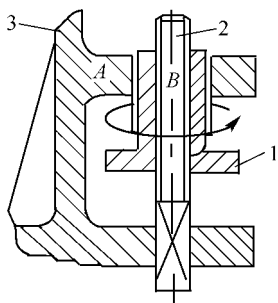

图 2-2
2. 如图 2-2 所示为微调的差动螺旋机构,旋钮上的外螺纹为双线左旋螺纹,螺距为 1.25 mm,求旋钮 1 上的内螺纹旋向和导程 S_b 各为怎样时,可使螺杆 2 在旋钮上按图示方向转动 1 转时向下移动 0.1 mm?